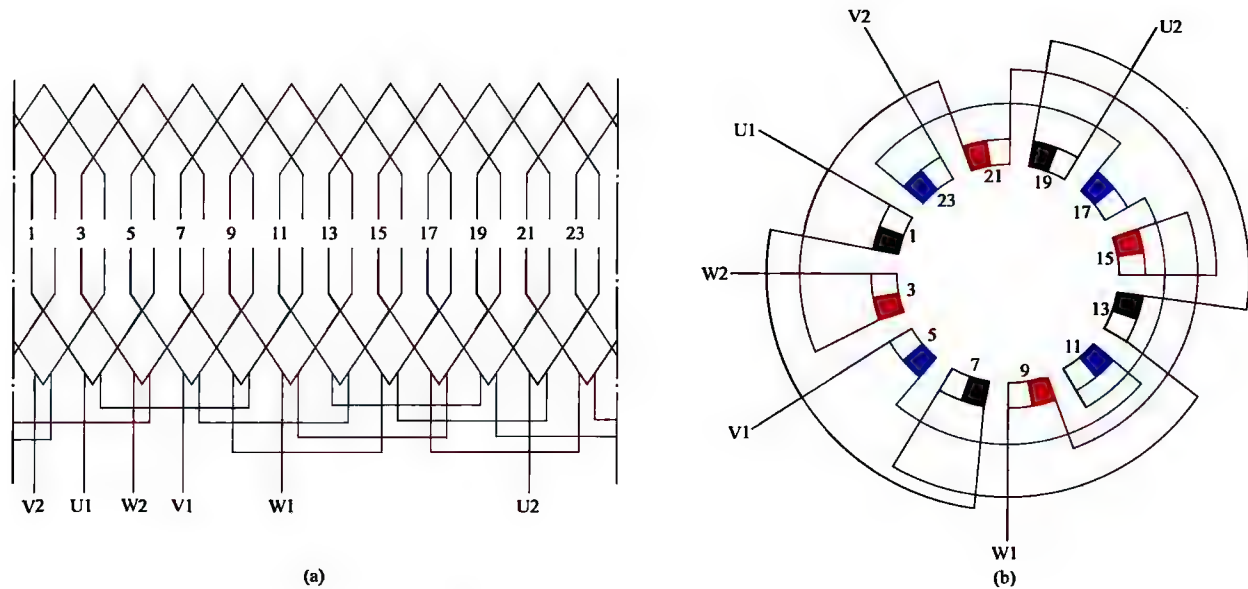

图 1-20 三相 4 极 24 槽单层链式绕组 1 路接法
20. 三相 4 极 24 槽单层链式绕组 1 路接法展开图与接线圆图 (见图 1-20)